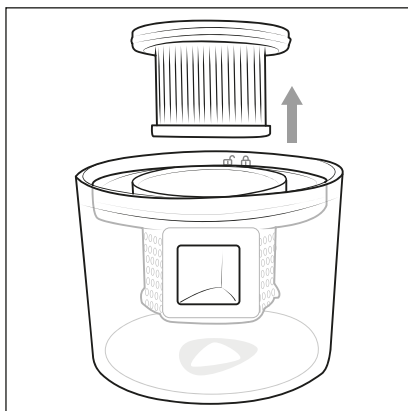

Fig. 5
- 2) Puxe o filtro HEPA **5**, usando o polegar e o indicador, e retire-o do filtro de pó **6** (ver fig. 5).